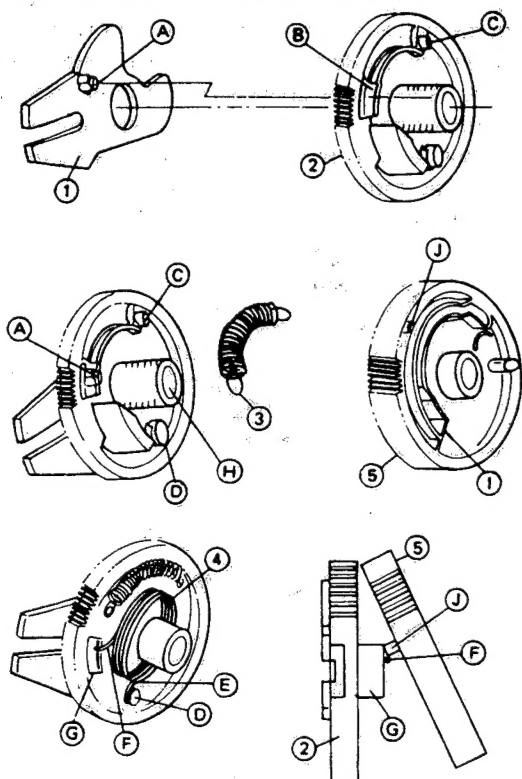

Figure 1-3.
• Mise en place de l'ensemble de roue à vis sans fin (Fig. 1-3)
1. Mettre le segment A du bras menant ① dans le trou B du pignon menant ②.
2. Fixer les deux embouts du ressort menant ③ sur le segment A du bras menant et sur le segment C, respectivement.
3. Fixer l'embout E du ressort menant à mouvement alternatif ④ dans le segment D de l'ensemble de pignon d'entraînement et monter son autre embout F dans le segment G du pignon menant. A cette étape, maintenir avec la main l'embout F du ressort menant à mouvement alternatif.
4. Fixer le segment de pignon de roue à vis sans fin ⑤ sur le segment G du pignon menant.
6. Maintenir le pignon menant d'une main et tourner le pignon de roue à vis sans fin dans le sens inverse des aiguilles d'une montre. De cette manière, le segment C du pignon menant sera engagé avec le trou ① du pignon de roue à vis sans fin ⑤. (Pendant ces opérations, le pignon de roue à vis sans fin ne risque pas de tourner en sens inverse, mais il est susceptible de se désolidariser de l'axe H du pignon menant. Pour éviter que cela se produise, maintenir le pignon menant et le pignon de roue à vis sans fin avec la main.)